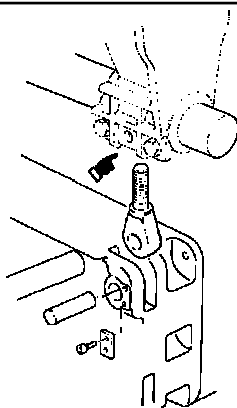

Abb. 30
- Die Laufkatzen DST/N werden normalerweise und die Laufkatzen DST/S werden immer auf dem entsprechenden E-Zug vormontiert geliefert, wobei die Innenbreite zwischen den Laufrädern (L) schon auf jenen Träger zugeschnitten ist, auf dem die Einheit Katze/E-Zug gemäß vertraglichen Vereinbarungen laufen soll.
- Um die Änderungen der Innenbreite (L) der Räder für andere bzw. zukünftige Anwendungen zu ermöglichen, werden in Folge die entsprechenden Referenzwerte (A) und (B) für Katzen DST/N je nach unterschiedlichen Trägern angeführt.
- Mindestens zwei Schraubenbolzen garantieren für eine korrekte Befestigung der Katzenbügel an den Stangen. In einigen Fällen kann der dritte Bolzen nicht montiert werden, da er mit der E-Zug-Aufhängung interferiert (Abb. 30).